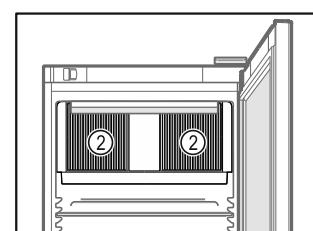

Fig. 48
- Cirkulācijas gaisa ventilatora ventilācijas spraugas Fig. 48 (2) iekšējā nodalījumā turiet brīvas.